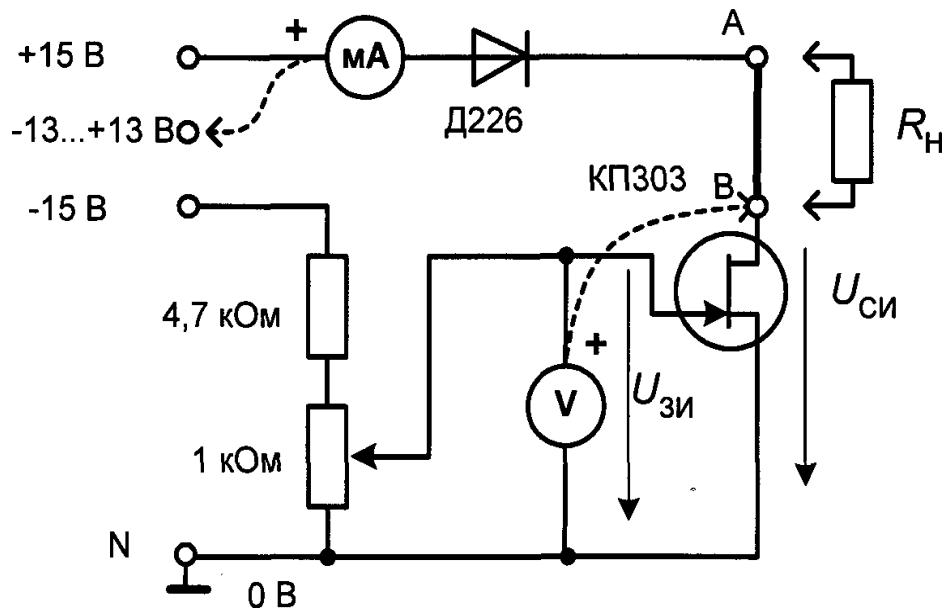

Рис.6
3. Соберите цепь для снятия характеристик транзистора (рис. 6). Диод включен в схему для предотвращения подачи отрицательного напряжения на транзистор при снятии выходных характеристик, а между точками А и В включена перемычка, удалив которую можно включить в цепь стока сопротивление нагрузки.
Для регистрации переменных оптических сигналов (световых потоков) применяется схема, показанная на рис. 6. Изменяющийся световой поток, падающий на фотодиод, вызывает в цепи переменную составляющую тока, которая повторяет изменения интенсивности света. А на резисторе R_n происходят такие же изменения напряжения, которое и поступает на вход регистрирующей системы. Чтобы отделить (не пропустить) постоянную составляющую напряжения на резисторе, в сигнальной цепи находится разделительный конденсатор C .